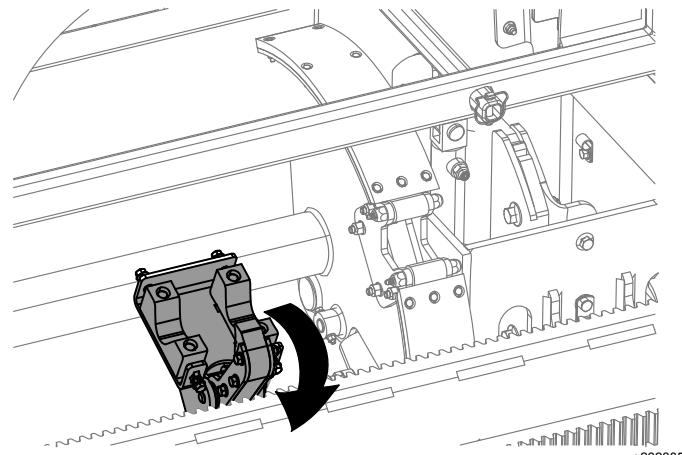
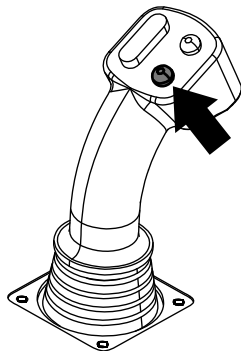

Figura 37
Figura 36
10. Mantenga pulsado el botón inferior del joystick (Figura 36) para liberar el tubo (Figura 37) y suelte el botón.